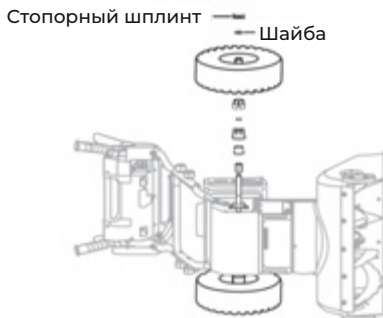

Рис. 14
1. Перед выполнением любых работ по техническому обслуживанию извлеките аккумуляторные батареи. Поверните снегоуборщик на бок, затем извлеките стопорный шплинт, чтобы снять шайбу и колесо. (рис. 14)